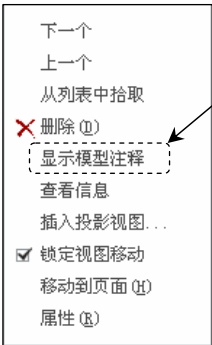
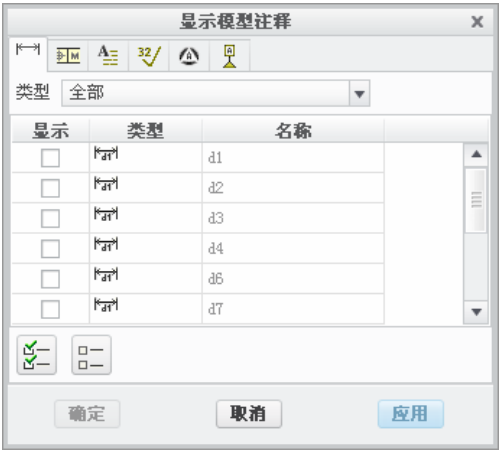
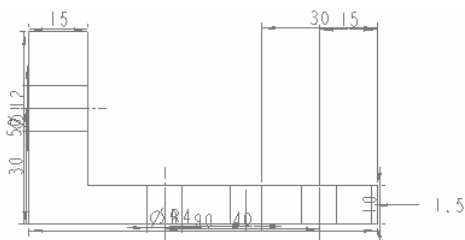

图 10.11.11 快捷菜单
图 10.11.12 “显示模型注释”对话框
图 10.11.13 显示尺寸及中心线
Step1. 在功能区中单击 **注释** 选项卡，然后选中图 10.11.10 中所示的主视图并右击，在弹出图 10.11.11 所示的快捷菜单中选择 **显示模型注释** 命令，系统弹出图 10.11.12 所示的“显示模型注释”对话框。
- (1) 单击对话框顶部的 选项卡。
- (2) 选取显示类型。在对话框的 **类型** 下拉列表中选择 **全部** 选项，然后单击 按钮；在对话框中单击 选项卡，然后单击 按钮。
- (3) 单击对话框底部的 **确定** 按钮，结果如图 10.11.13 所示。